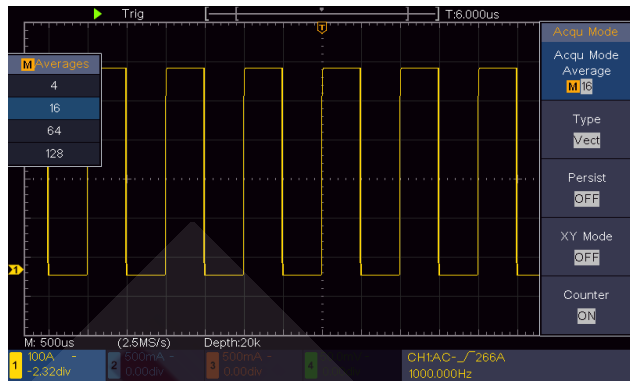

Рисунок 6.5. Подавление шума с помощью функции усреднения **Average**
- 3) Наблюдайте осциллограмму, поворачивая регулятор **M** и с его помощью меняя число усреднений (см. рисунок 6.5).
Вы увидите сильно снизившийся уровень случайного шума, что упростит наблюдение деталей самого сигнала. После применения функции усреднения пользователь сможет легко обнаружить неровности на нарастающих и ниспадающих фронтах в определенной части сигнала (см. рисунок 6-5),